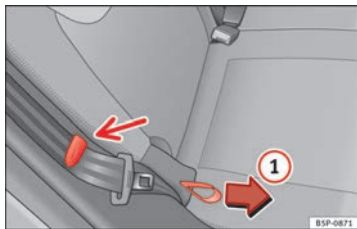

Abb. 92 Umklappen der hinteren Sitze.
- Ziehen Sie an der Schlaufe auf der Seite des Sitzes ⇒ Abb. 92 ①.
Achten Sie beim Um- bzw. Zurückklappen darauf, dass die seitlichen Sicherheitsgurte am Halter der Verkleidung einrasten ⇒ Abb. 92, um Beschädigungen durch Einklemmen im Lehnenschloss zu verhindern.